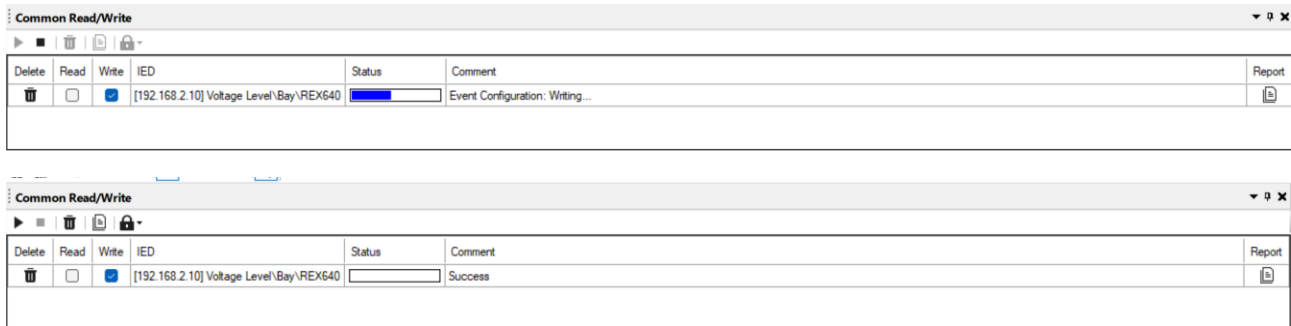

Imagen 319_Exportación de los nuevos ajustes al relevador.
4.2.7 Por último se pone a cargar de nuevo el programa para verificar que todo esté en orden como observamos en la **Imagen 319**.